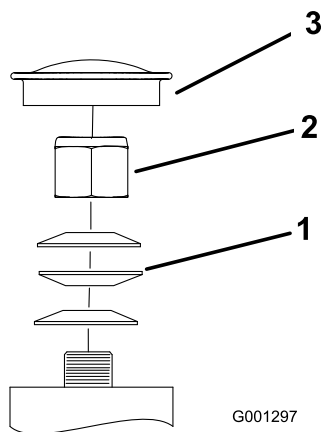

Figura 64
3. Togliete lo scodellino parapolvere dalla ruota orientabile e serrate il dado di bloccaggio (Figura 64).
4. Serrate il dado di bloccaggio finché le rondelle elastiche non sono piatte, quindi allentate di un quarto di giro per mettere a punto il precarico sui cuscinetti (Figura 64).
**Importante:** Verificate che le rondelle elastiche siano correttamente montate, come riportato nella Figura 64.
5. Montate gli scodellini antipolvere (Figura 64).